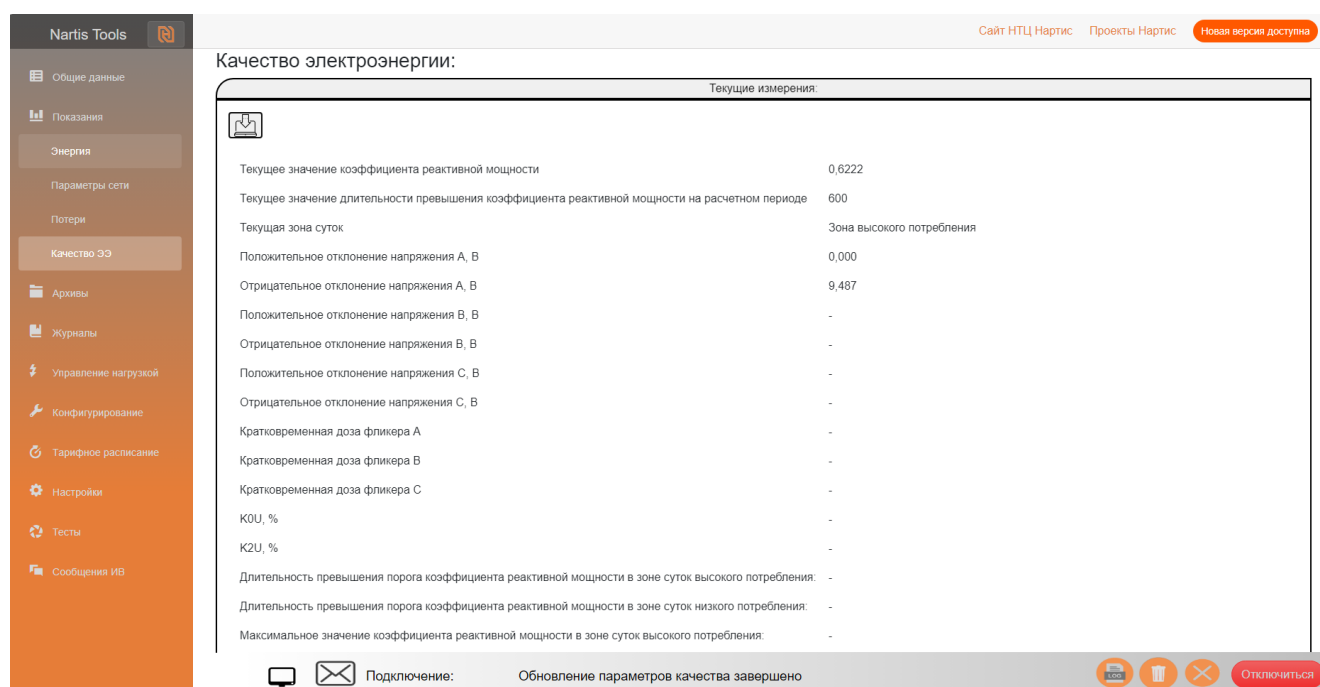

Рисунок 9 – Диалоговое окно конфигуратора
4.1.3 Конфигуратор разделен на блоки (рисунок 9):